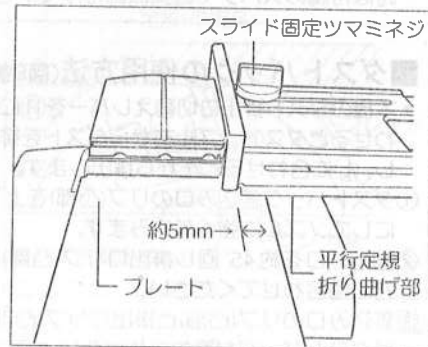

図11
- ③平行定規のスライド固定ツマミネジをゆるめて、平行定規の折り曲げ部がプレートに約5mm乗るように調節して下さい。(図11参照)